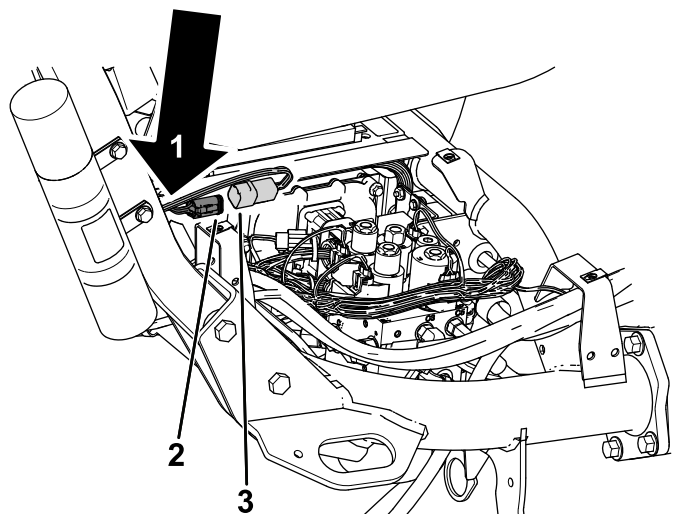

图 10
5. 将线束沿翻车保护杆布置将标有 P01 的线束接头连接至标有 P49 的机器线束的接头图 10。
6. 用 1 条扎带将远程信息处理线束固定至主线束图 10。